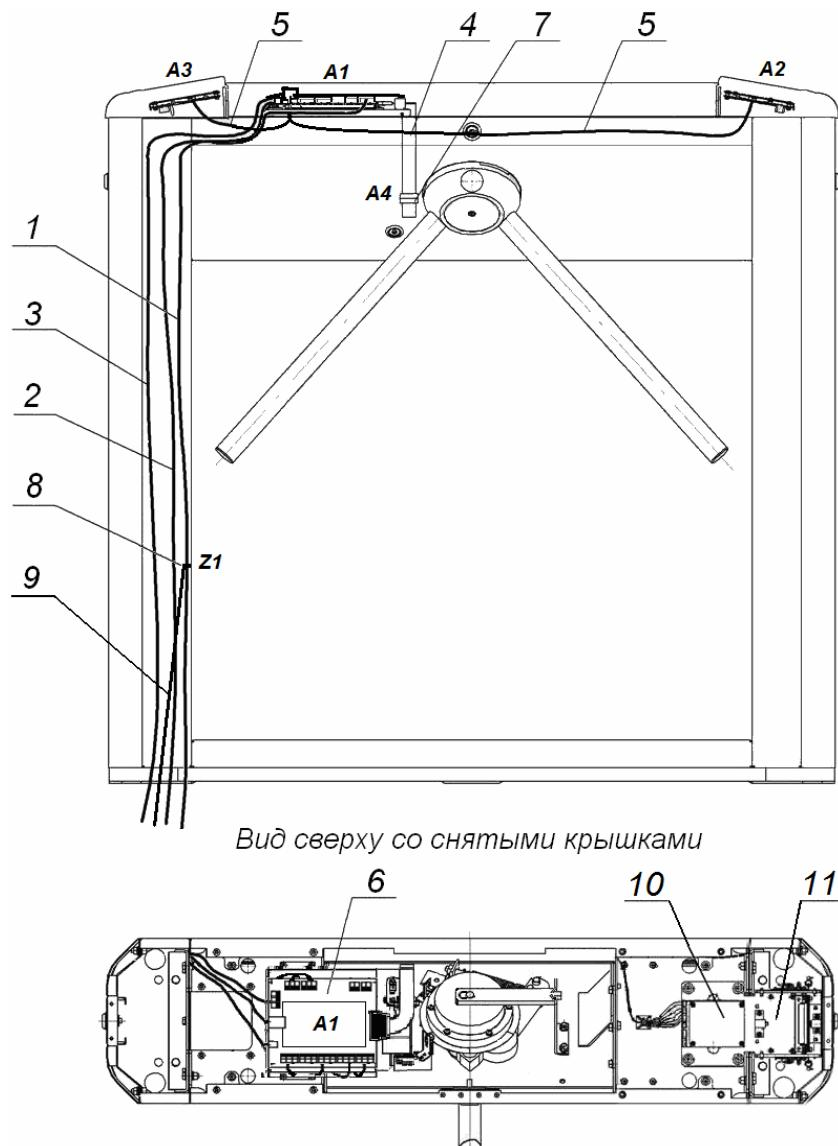

Рисунок 12. Схема прокладки кабелей в стойке ЭП
6. Подготовьте в полу отверстия под гильзы анкеров для крепления стойки ЭП. Установку и крепление стойки производите после прокладки всех кабелей в кабельном канале и внутри стойки. Схема прокладки кабелей в стойке показана на рис. 12.
7. Демонтируйте боковую заглушку (10) и выньте контейнер картоприемника (18), открыв ключом замки (11) и (19).
9. Снимите крышку стойки ЭП (3) (см. разд. 6).
10. Протяните кабели внутри стойки. Рекомендуемое расположение кабелей при прокладке внутри стойки показано на рис. 12.
14. Выполните заземление стойки ЭП в соответствии с требованиями ПУЭ («Правила устройства электроустановок»). Контакт заземления **Z1** (8, рис. 12) находится за боковой заглушкой стойки (10). Для крепления кабеля заземления на контакте используйте гайку M4.
При производстве механизм картоприемника (11, см. рис. 12) установлен со стороны считывателя №1 (A2).
1. Снимите крышку (3) в порядке, указанном в разд. 6.
2. Извлеките контейнер картоприемника (18), открыв замок (19).
3. Извлеките заглушку (10) с противоположной стороны, открыв замок (11).
4. Демонтируйте торцевые крышки (9); каждая крышка крепится двумя винтами M4×16 и двумя шурупами Ø4,2×19 снизу со стороны контейнера (18) или заглушки (10). Кабели считывателей, находящихся внутри торцевых крышек, не отсоединяйте.
7. Отсоедините кабель картоприемника от платы управления картоприемника A1 (10, рис. 12).